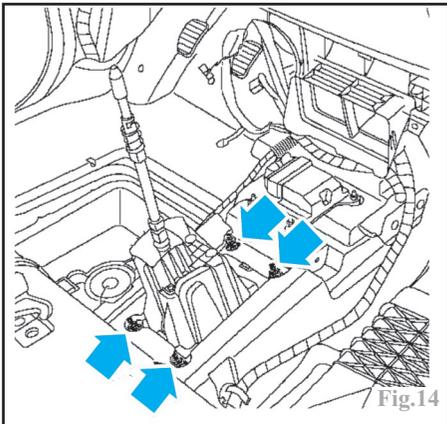

Fig.14
-les écrous de fixation du boîtier de commande (Fig.14).